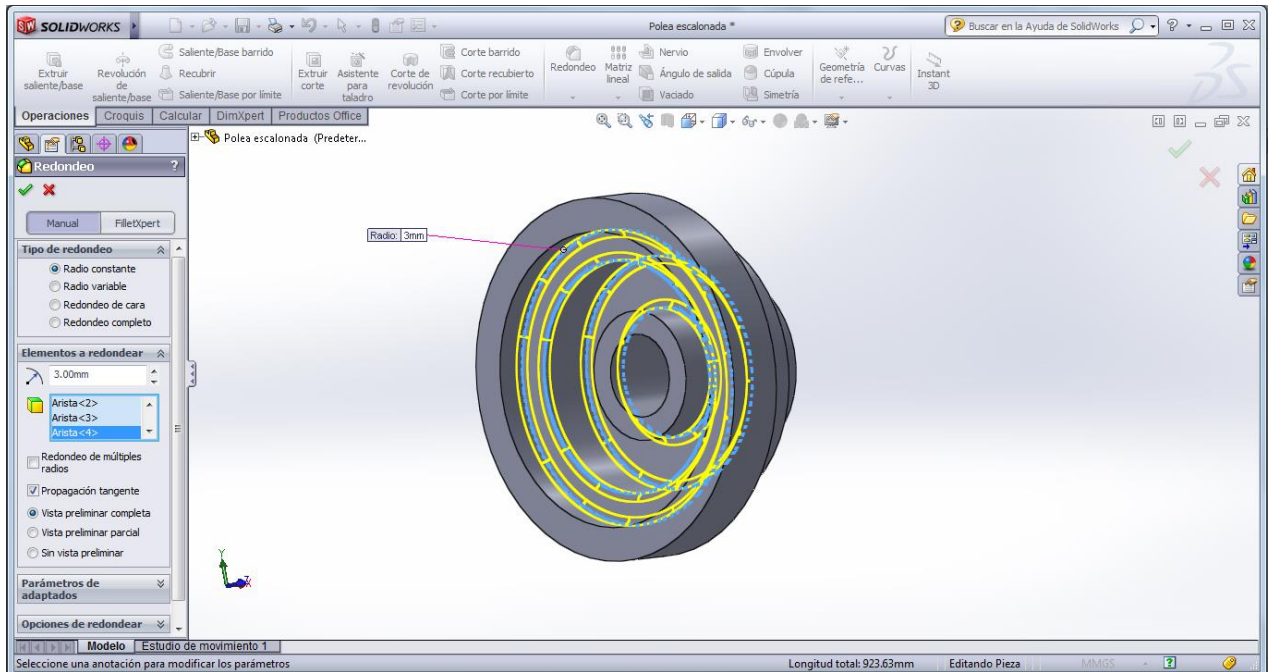

Figura 18. Redondeo de aristas internas.
f) Realice los detalles de redondeo en las aristas internas, de acuerdo a la dimensión indicada. Para ello, en el menú seleccione *operaciones >> redondeo*. En la ventana que aparece, indicará el valor del radio del redondeo y seleccionará las aristas que desea curvar. Puede seleccionar varias aristas en la misma operación. En la Figura 18 se muestra este sencillo procedimiento.